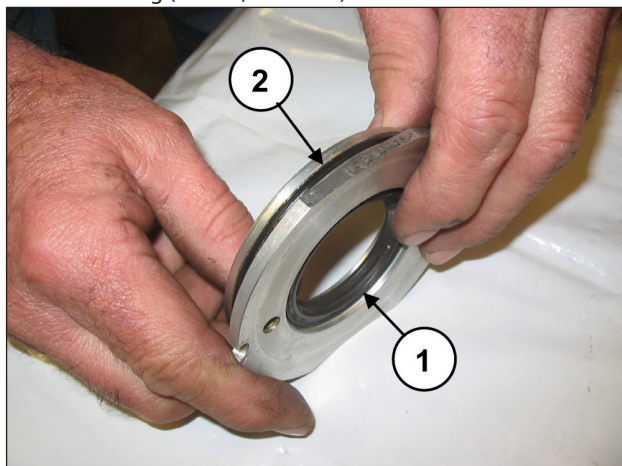

Abb. 141
Ersetzen Sie den Ölabbstreifring (Pos. ①, Abb. 141) und den äußeren O-Ring (Pos. ②, Abb. 141).